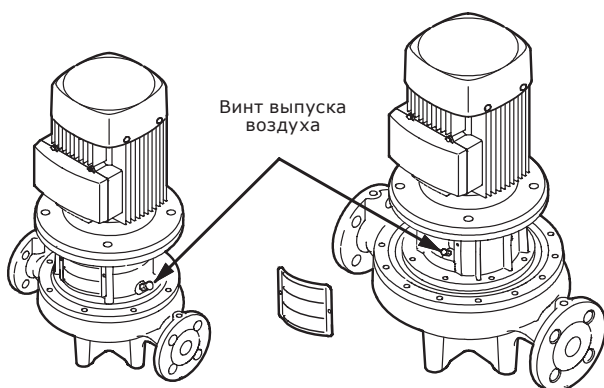

Рис. 18 Винт выпуска воздуха
1. Закрыть запорный клапан на стороне нагнетания насоса и открыть винт выпуска воздуха в промежуточном корпусе насоса, как показано на рис. 18.
2. Отвернуть винт выпуска воздуха, как показано на рис. 18.
3. При пуске из насоса нужно удалить воздух, вывинтив для этого расположенный в промежуточном корпусе насоса винт выпуска воздуха до тех пор, пока из отверстия для выпуска воздуха не потечет рабочая жидкость, как показано на рис. 18.